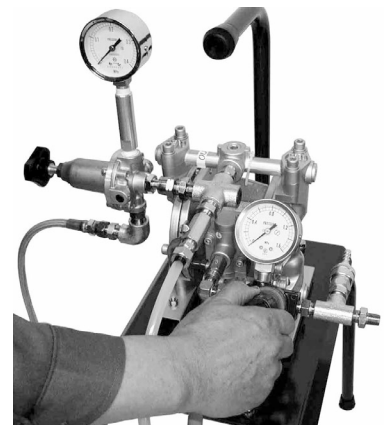

Fig. 4.1
- 2) エアを供給し、エアレギュレーターのツマミを時計方向に少しずつ回しますと、約 0.05~0.1MPa 位でポンプが作動します。(Fig. 4.1)